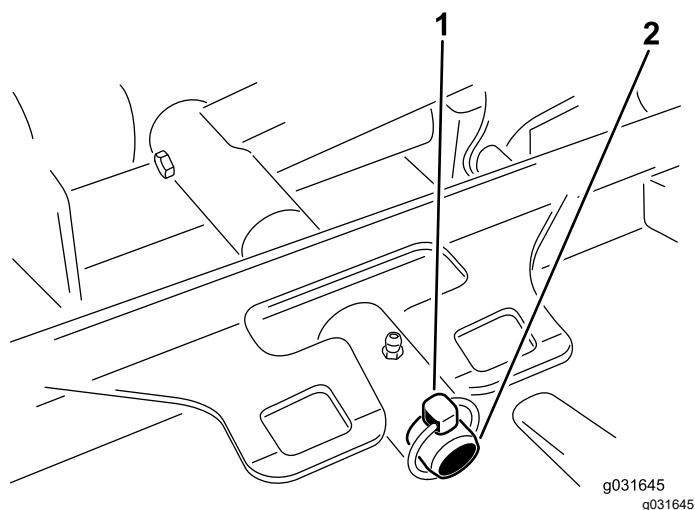

Рисунок 67
3. Снимите штифт с кольцом или крепежную гайку, с помощью которых несущая рама деки крепится к шарниру подъемного рычага (Рисунок 67).
3. Наденьте несущую раму деки на шарнирный палец подъемного рычага и закрепите ее при помощи штифта с кольцом и крепежной гайки (Рисунок 67).